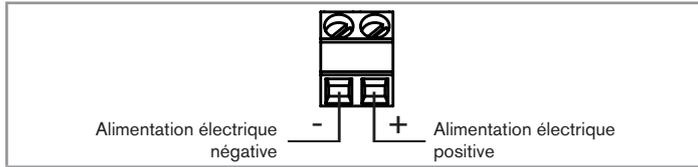

Fig. 6 : Affectation des bornes du capteur avec presse-étoupe PG7
4. Câbler le capteur selon la Fig. 6 et selon le contrôleur déporté type 8619. Consulter le manuel d'utilisation correspondant.